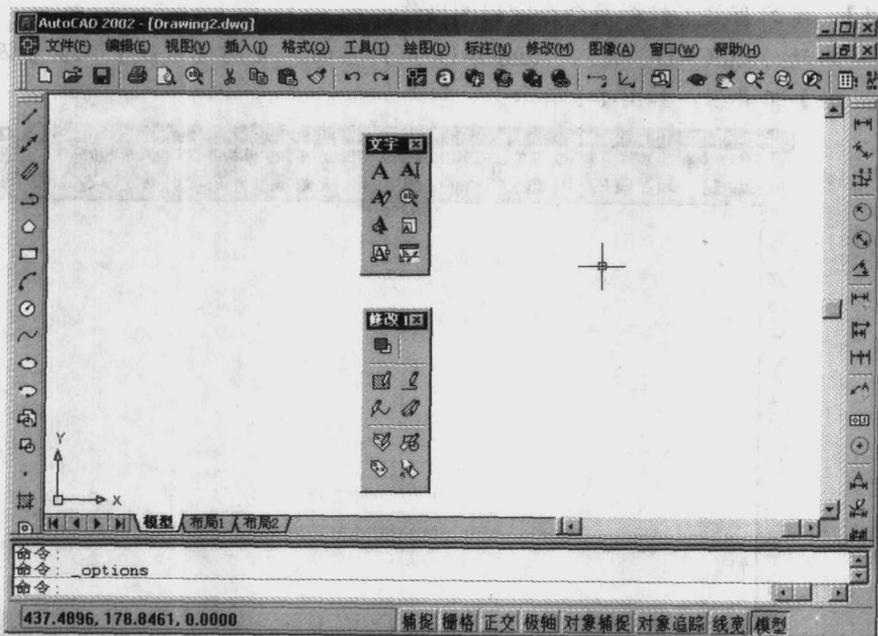

图1-3 改变【文字】及【修改 II】工具栏的形状
3. 改变【文字】及【修改 II】工具栏的形状，如图 1-3 所示。